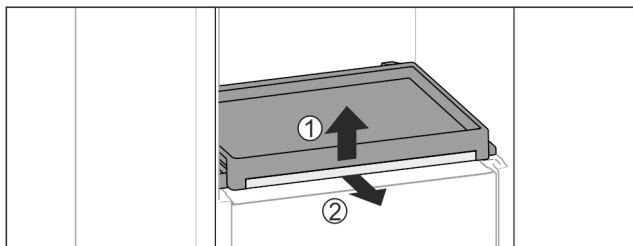

Fig. 39
- ▶ Выньте выдвижную панель со стеклянной панелью: Слегка приподнимите спереди стеклянную полку Fig. 39 (1) и потяните вперед Fig. 39 (2).